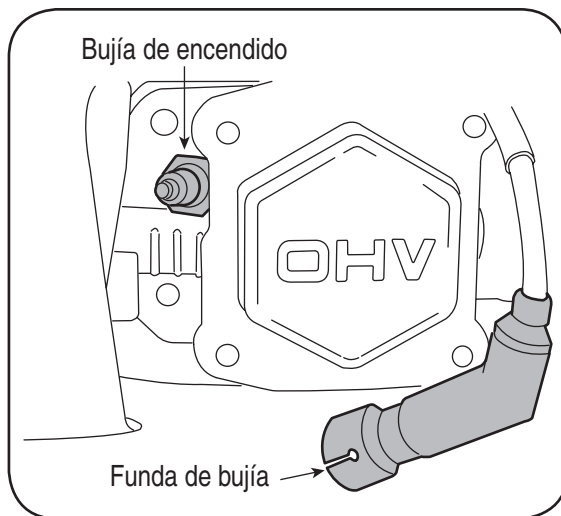

Figura 10-3: La bujía y funda.
1. Retire la funda de bujía y utilice una llave para bujías para extraer la bujía. Vea la Figura 10-3.